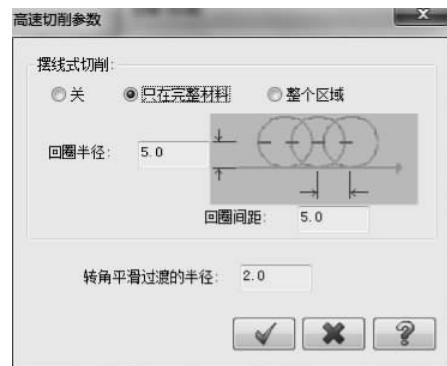

图 5-54 高速切削设置对话框
- “高速切削”按钮：当选择高速环切时，单击此按钮，系统弹出如图 5-54 所示的高速